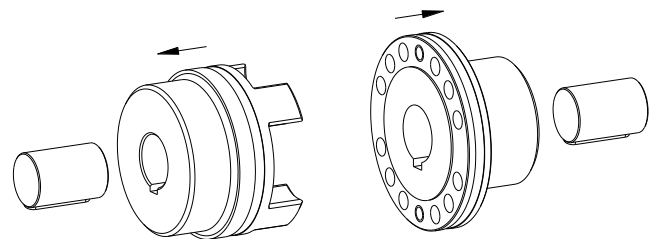

Bild 5: Montage der Nabe bzw. Kupplungsflansch N
- Montieren Sie den Kupplungsflansch N auf die Welle der Antriebsseite und die Nabe auf die Welle der Abtriebsseite (siehe Bild 5).